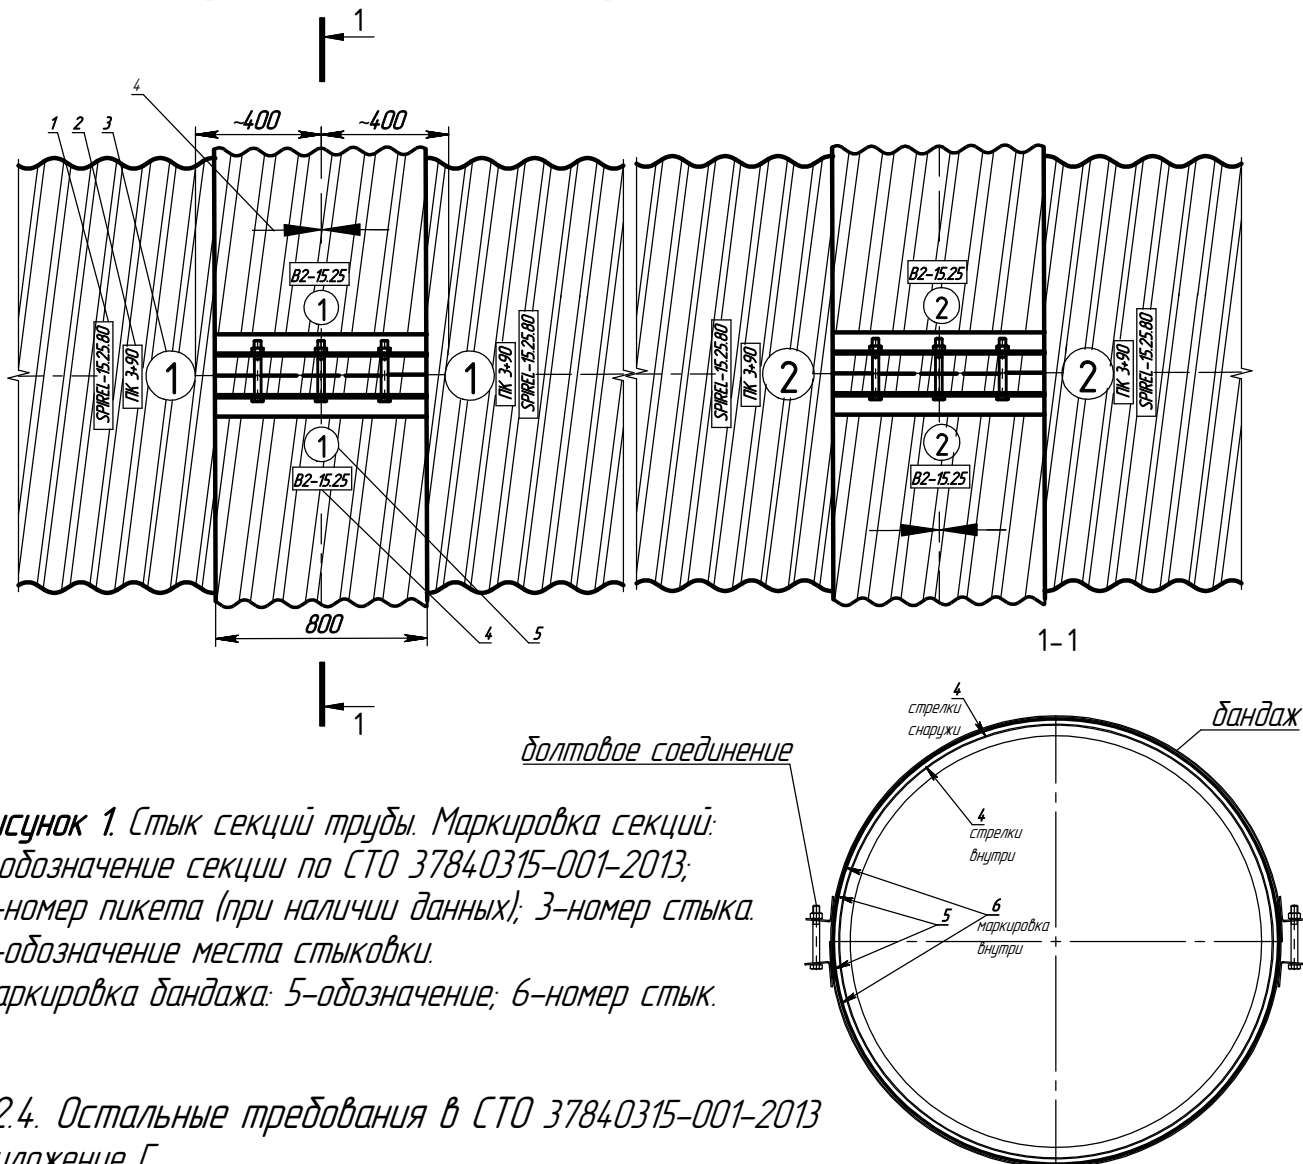

Рисунок 1. Стык секций трубы. Маркировка секций:
1.2. Сборку труб следует осуществлять согласно монтажной схеме, определяемой в проекте производства работ и в соответствии с маркировкой указанной на трубе (Рис.1). Монтажная схема должна предусматривать: порядок установки при сборке и объединении секций, порядок перевозки секций, порядок установки бандажей и болтов, оснастки и подмостей для крепления трубы диаметром более 2м в поперечном сечении во время сборки.
1.5. Перед началом работ следует проверить наличие маркировки. Марка элементов должна соответствовать (Рис.1). Геометрические размеры элементов конструкций и крепежа должны отвечать требованиям проекта.
2.1. Монтаж труб следует осуществлять на спланированном основании либо рядом (вблизи проектной оси). Секции укладывают в соответствии с монтажной маркировкой, нанесенной на внутренней поверхности трубы (Рис.1 (3)). Место стыка обозначено стрелкой или линией (Рис.1 (4)), для удобства монтажа стрелка продублирована на наружной поверхности трубы. При объединении секций вначале торцы секций автомобильным краном устанавливают так, чтобы маркировки стыка были расположены на одном уровне, затем устанавливают соединительные элементы. Под секцию подкладывают одну половину бандажа, затем устанавливают вторую половину бандажа и производят затяжку болтового соединения. Маркировка стыков бандажа должна совпадать (Рис.1 (5); (6)).